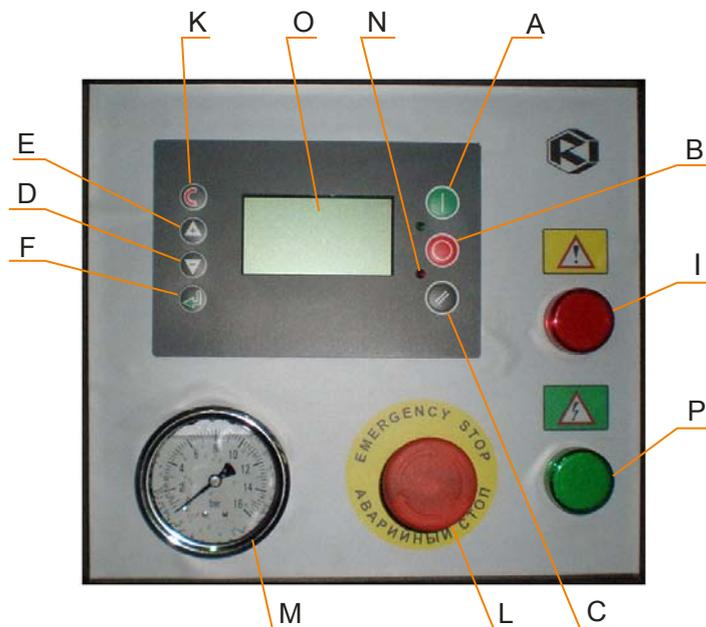

Рис. 4. Внешний вид панели управления
**Панель управления.** На лицевую сторону панели управления вынесены следующие органы управления, контрольно-измерительная и сигнальная аппаратура (рис. 4).